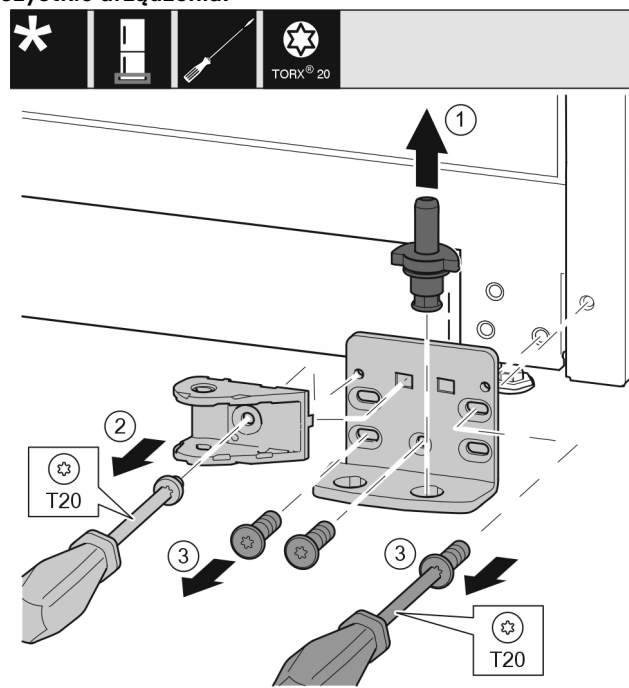

Fig. 34 *
- ▶ Kompletną płytkę zawiasu wyjąć w górę. Fig. 34 (1)*
- ▶ Śrubę wykręcić przy pomocy śrubokręta T20 i zdjąć połączenie amortyzatora zamykania. Fig. 34 (2)*
- Śruby wykręcić przy pomocy śrubokręta T20 i zdjąć płytkę zawiasu. *Fig. 34 (3)**